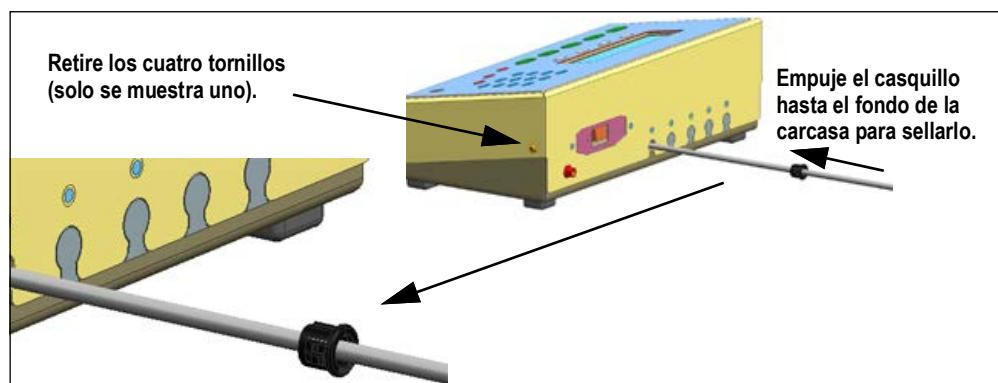

Figura 2-6. Utilice casquillos de plástico
1. Abra el conjunto de la cubierta retirando los cuatro tornillos (solo se muestra uno en la Figura 2-6).